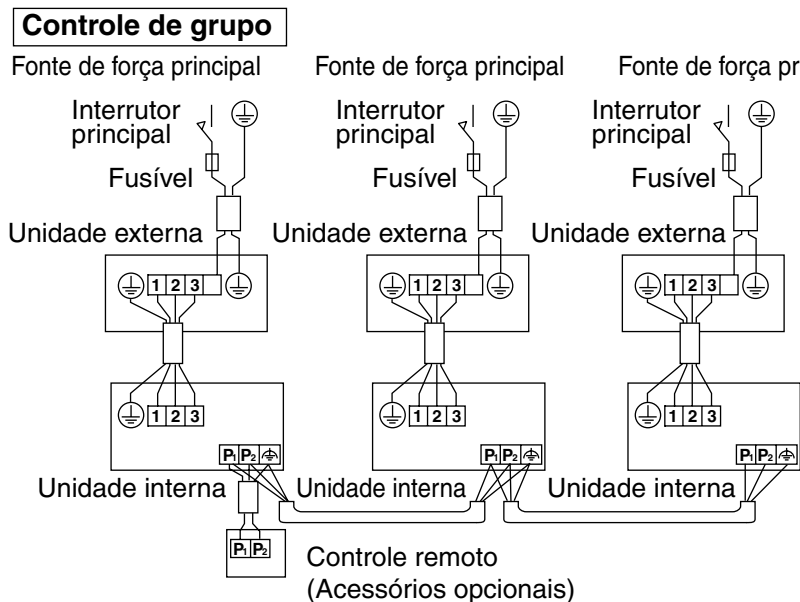

Fig. 27
- **Controle de grupo:** 1 controle remoto controla até 16 unidades internas. (Todas as unidades internas operam de acordo com o controle remoto.) (Consulte a Fig. 27)